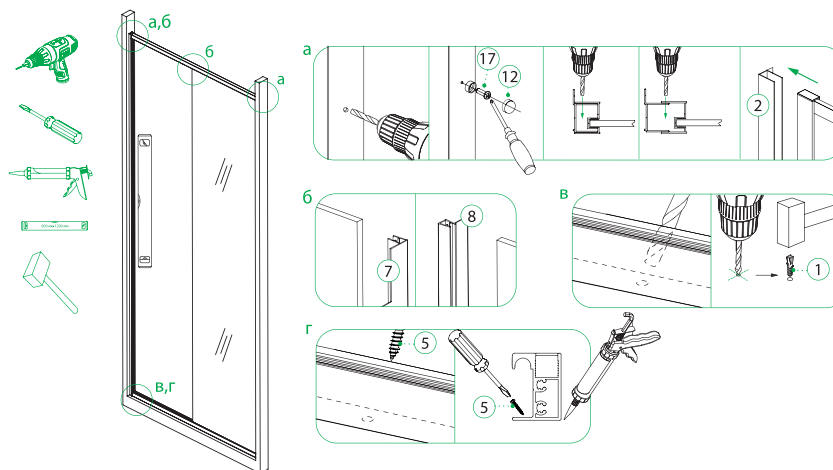

Рис. 10/10-сур.
4. С помощью шурупов закрепите собранную конструкцию в пристенные профили, предварительно выровняв ограждение с помощью уровня (рисунок 10-а). После сборки установите уплотнители PVC (7, 8) на стекла как показано на рисунке 10-б. Определите место для отверстия в полу для крепления ограждения (разметка на внутренней части профиля), как показано на рисунке 10-в, предварительно выровняв ограждение с помощью уровня. Просверлите отверстия, вставьте дюбель (1) и зафиксируйте его с помощью шурупа (5), предварительно обработав нижнюю часть всего профиля санитарным силиконовым герметиком. При установке двери на поддон крепеж ограждения к поддону необязателен.